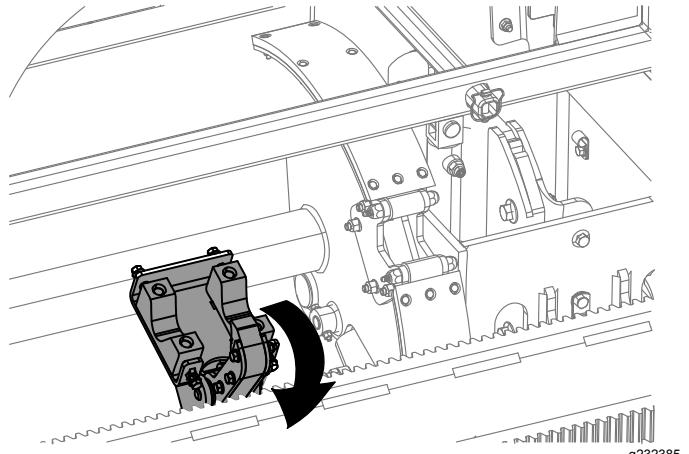
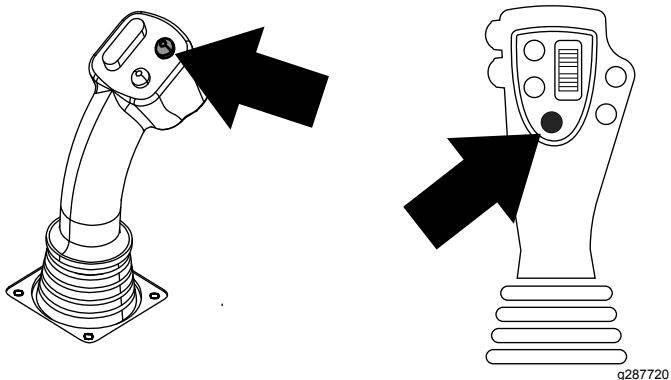

Figure 44
Figure 43
10. Maintenez enfoncé le bouton inférieur gauche sur le levier de commande à 8 boutons ou sur le bouton inférieur sur le levier de commande à 4 boutons pour relâcher la tige (Figure 43) et Figure 44), puis relâchez le bouton.